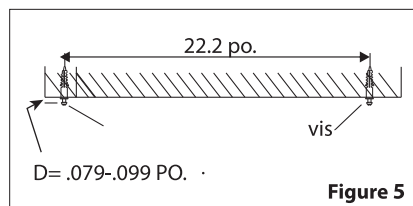

Figure 5
1. Install provided screws directly onto mounting surface. Spacing between screws should be 22.2 inches. Gap (D) should be .079-.099 inches. For concrete/drywall surfaces, wall anchors are required. Drill two holes for provided wall anchors then use provided screws (See Figure 5).
1. Installez les vis fournies directement sur la surface de montage. L'espacement entre les vis doit être de 22.2 pouces. Gap (D) devrait être .079-.099 pouces. Pour les surfaces en béton / cloisons sèches, des ancrages muraux sont requis. Percez deux trous pour les ancrages muraux fournis, puis utilisez les vis fournies (voir la figure 5).